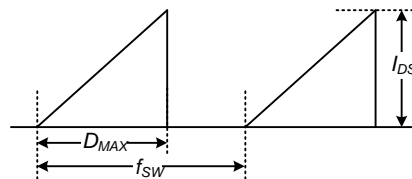

图 4. 重复峰值开关电流
- 假定感性负载时重复峰值开关电流：受最大占空比 ( $D_{MAX}=0.73$ ) 和结温的限制（参见图 4）。